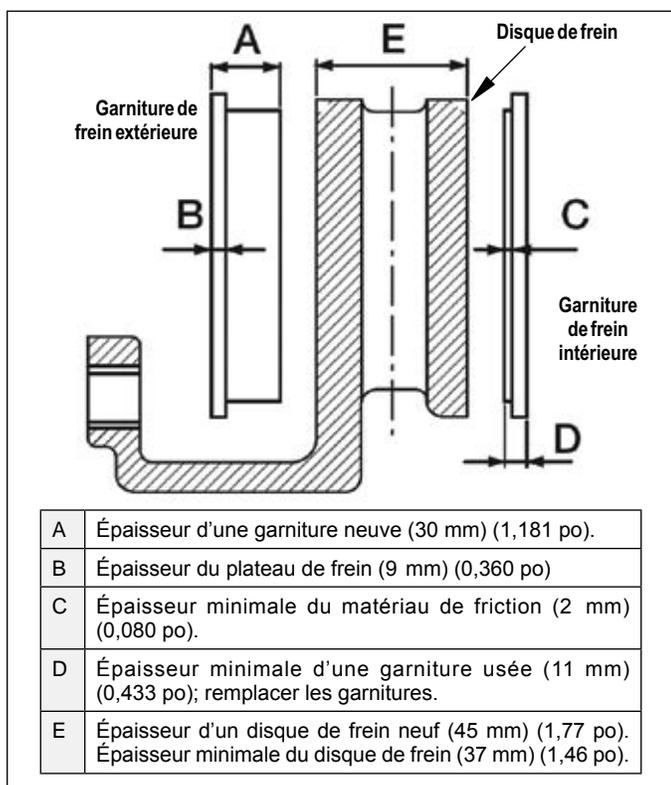

FIGURE 22 - DIMENSIONS DE LA GARNITURE DE FREIN ET DU DISQUE DE FREIN
4.3.1 Cf. Figure 22. Si l'épaisseur du matériau de friction (dimension « C ») est inférieure à 2 mm (0,080 po), les garnitures doivent être remplacées.
Consulter la Figure 22 pour connaître les dimensions initiales de la garniture de frein et du disque de frein, ainsi que les dimensions minimales acceptables.
4.4.1 Mesurer l'épaisseur du disque de frein au point le moins épais (Dimension « E » à la Figure 22). Éviter de mesurer près des bords, car les disques de frein comportent de petites bavures qui pourraient fausser la lecture. Remplacer le disque de frein lorsque l'épaisseur minimale de 37 mm (1,46 po) est atteinte.